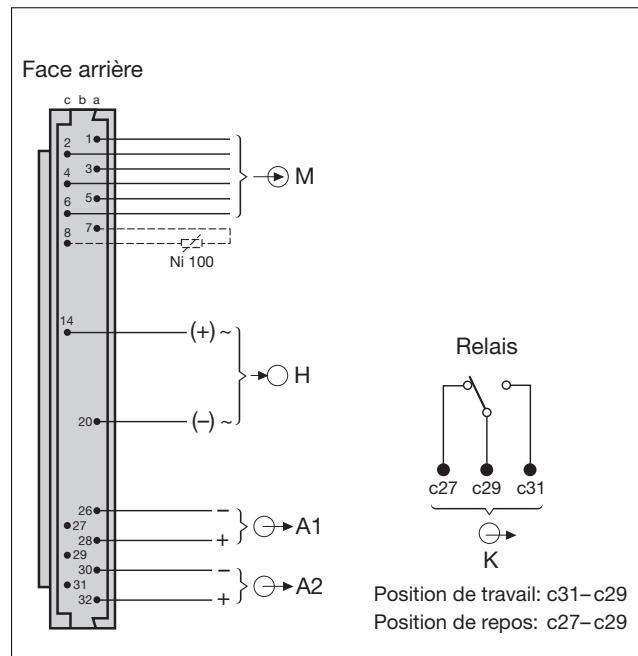

Fig. 6. Plan des fiches. Vue depuis l'arrière du SIRAX V 644.
Le convertisseur de mesure SIRAX V 644 est embroché dans un support d'appareils BP 902. Les connexions électriques entre le convertisseur de mesure et le support sont assurées par un connecteur à 96 pôles (forme C, DIN 41 612). Le plan des fiches utilisées est représenté dans la Fig. 6.
- ... que les caractéristiques techniques qui permettent de résoudre le problème de mesure correspondent aux données mentionnées sur la plaquette signalétique du SIRAX V 644 ( $\rightarrow$  entrée de mesure M,  $\rightarrow$  sorties de mesure A1 et A2,  $\rightarrow$  alimentation auxiliaire H et  $\rightarrow$  sortie de contact, voir Fig. 6)!
Légende pour Fig. 6
Connecter les lignes de la sortie de mesure A1 aux doigts a26 (-) et a28 (+) et de la sortie A2 (indicateur local) aux doigts a30 (-) et a32 (+), voir Fig. 6.
Les lignes de l'alimentation auxiliaire doivent être raccordées aux doigts a20 (=) et c14 (±) voir Fig. 6.
Connecter les lignes de sortie de contact selon Fig. 6 resp. Tableau 6.